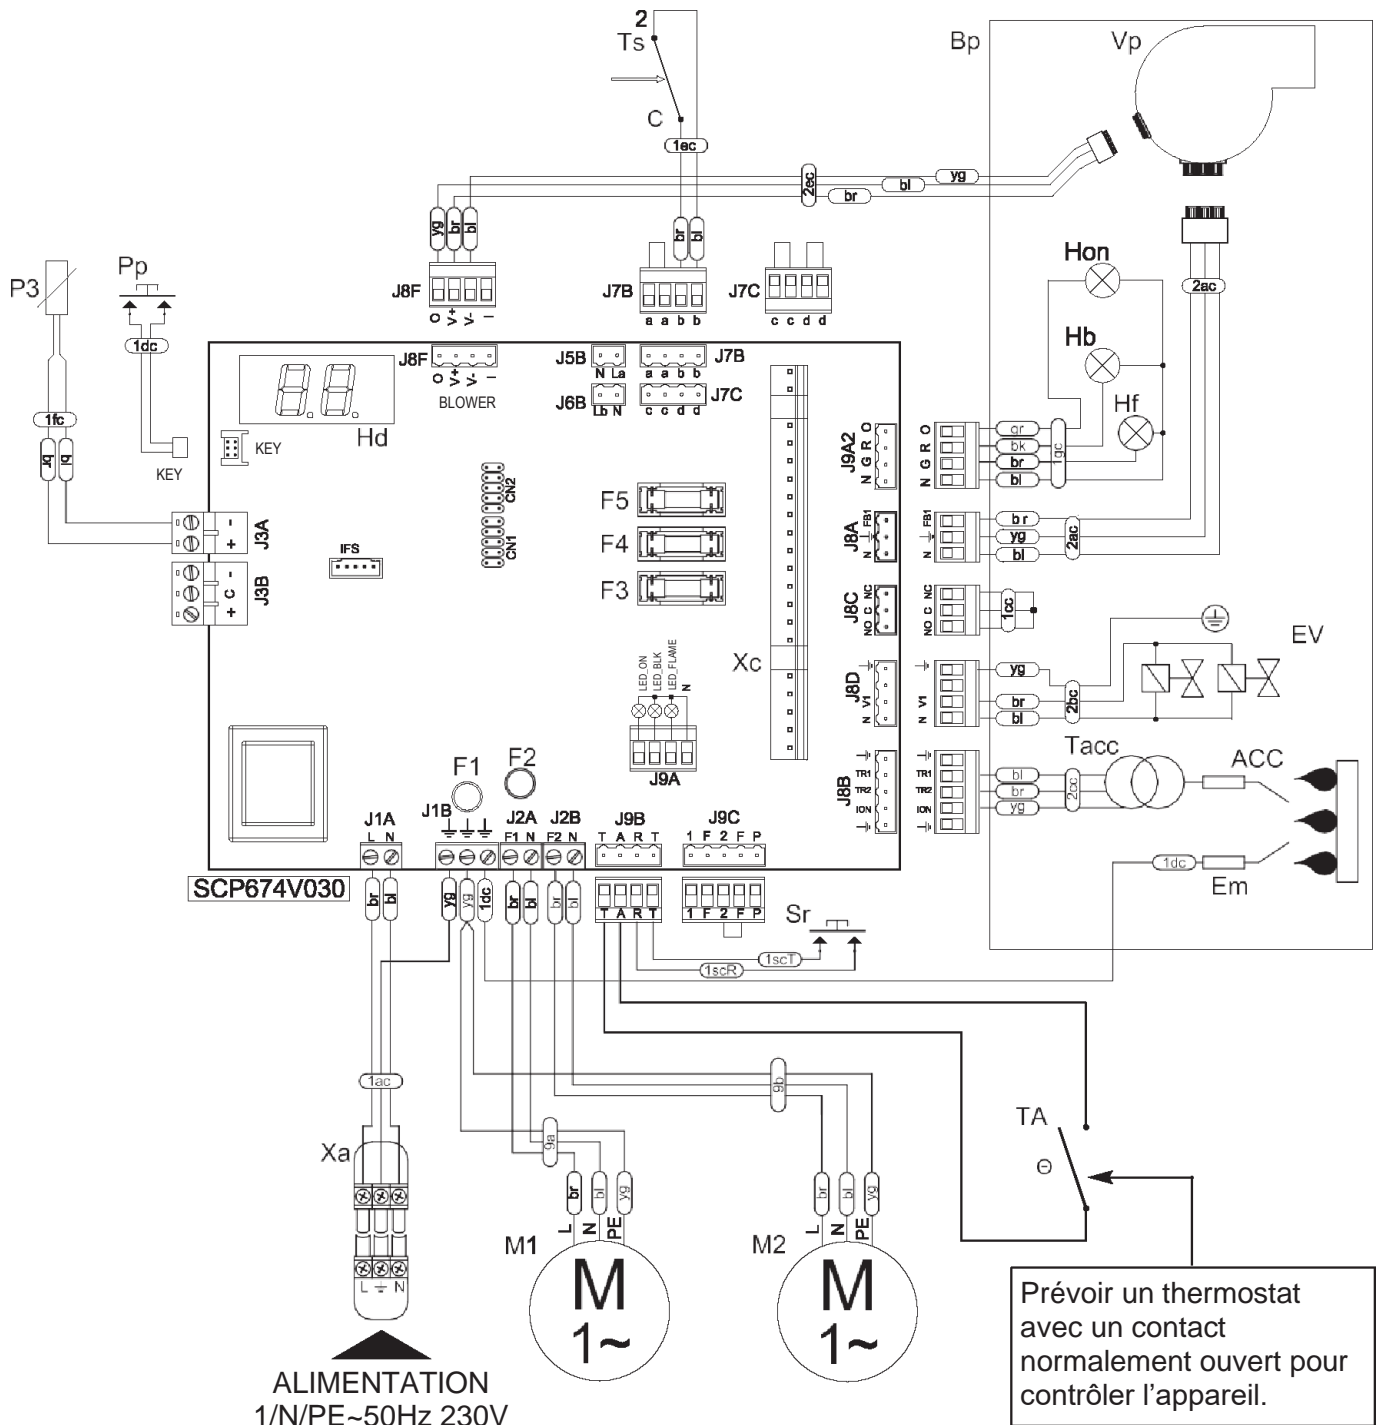

Fig 3.2 Schéma électrique
Dans ce cas, connectez le contact normalement ouvert (TA) du thermostat aux bornes T-A du connecteur J9B pour contrôler l'appareil (fig. 3.2).
Légende fig. 3.2 et 3.3